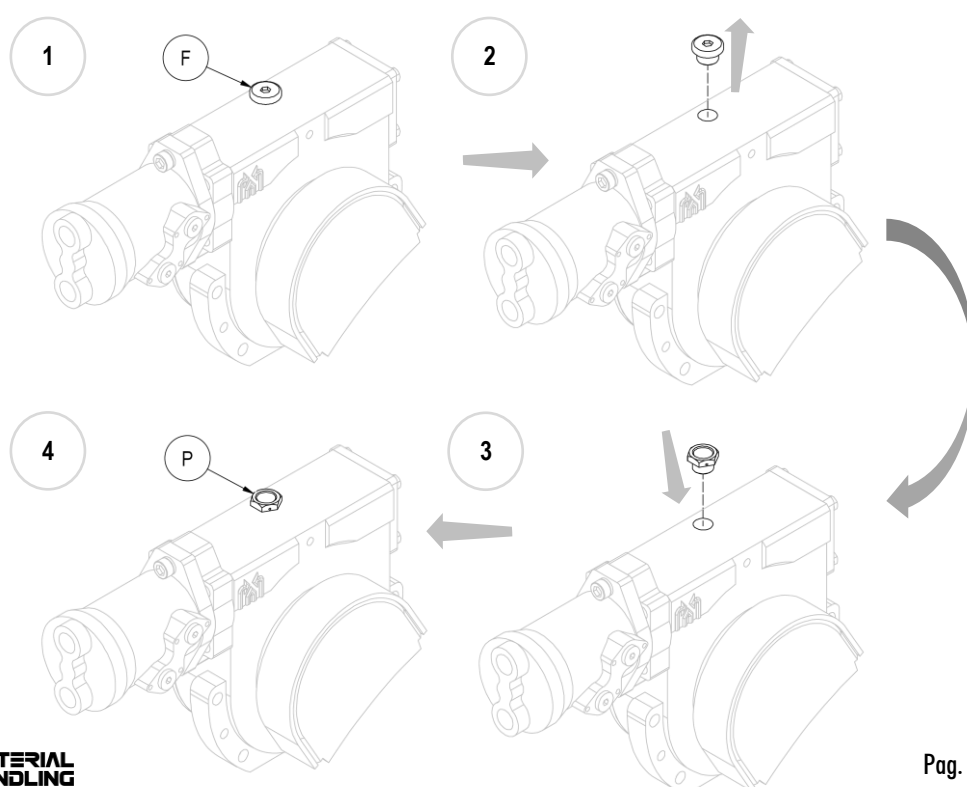

Figura 5
10. **N.B.** Con el equipo instalado, antes de su uso, reemplac el tapón de llenado de aceite de hierro ciego (F) por el de plástico suministrado (P), equipado con un respiradero (mira *Figura 5*).